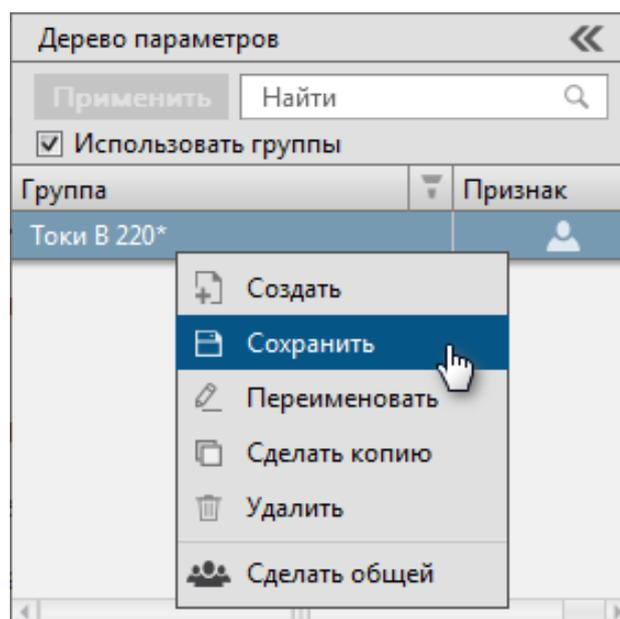

Рисунок 24 - Сохранить
4. Нажмите *км* по переименованной группе сигналов и выберите команду **Сохранить** (Рисунок 24).